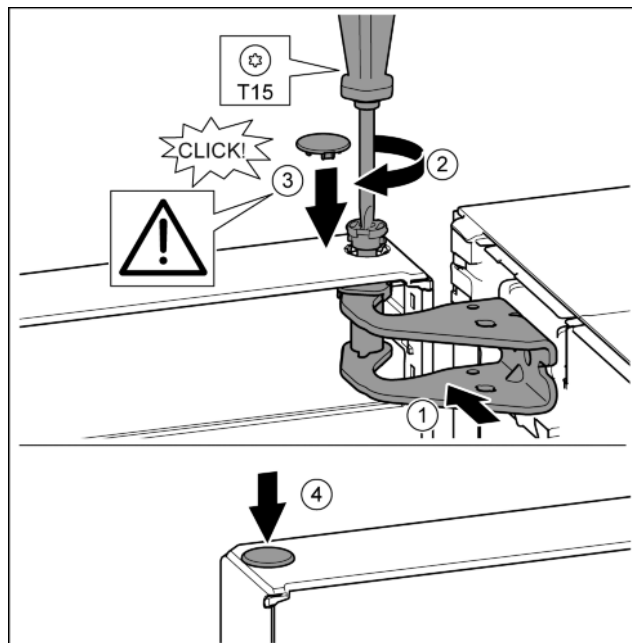

Fig. 23
- Orienter la porte en haut pour l'ouverture dans le support de palier. *Fig. 23 (1)*
- Poser le boulon et le visser avec un tournevis T15. *Fig. 23 (2)*
- Monter le cache de sécurité pour sécuriser la porte : Mettre en place le cache de sécurité et contrôler s'il repose sur la porte. Sinon, enfoncer à fond le boulon. *Fig. 23 (3)*
- Mettre le bouchon en place. *Fig. 23 (4)*